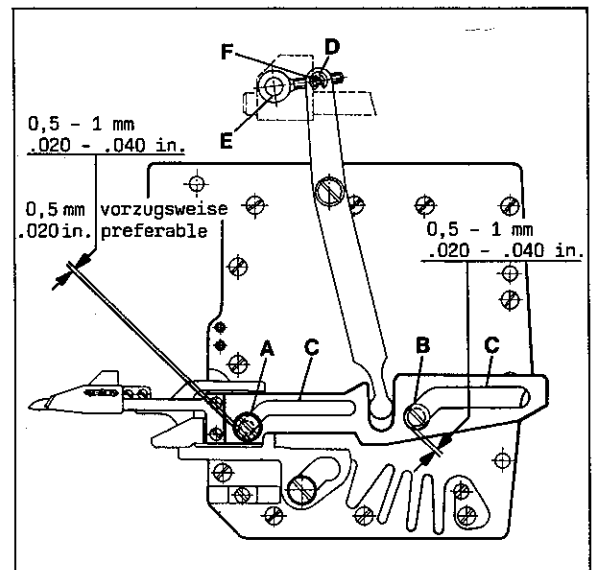

Fig.48
2.1 When the thread trimmer drive is in its home position, the distance between the guide sleeve under screw (A, Fig. 48) as well as between guide washer under screw (B) and the left ends of slots (C) should be 0.5 to 1 mm (.020 to .040 in.) (preferable 0.5 mm (.020 in.)).
2.1 In Ruhestellung des Fadenabschneider-Antriebs soll der Abstand zwischen der Führungshülse unter der Schraube (A, Fig. 48) sowie zwischen der Führungsscheibe unter der Schraube (B) und den linken Enden der Schlitz (C) etwa 0,5 bis 1 mm betragen (vorzugsweise 0,5 mm).